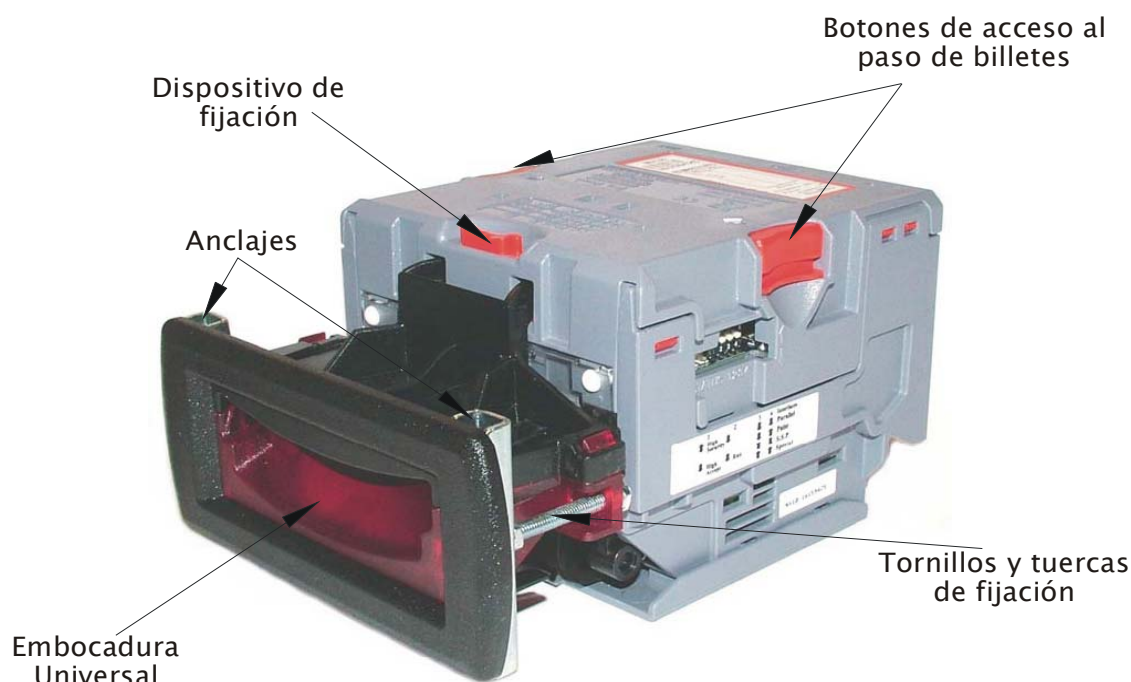

Figura 4 – Embocadura e instalación del NV10.
- > Desatornillar los 4 tornillos, 2 anclajes metálicos, las arandelas dentadas y 2 tuercas de cada lado del dispositivo tal y como se muestra en la figura 4.